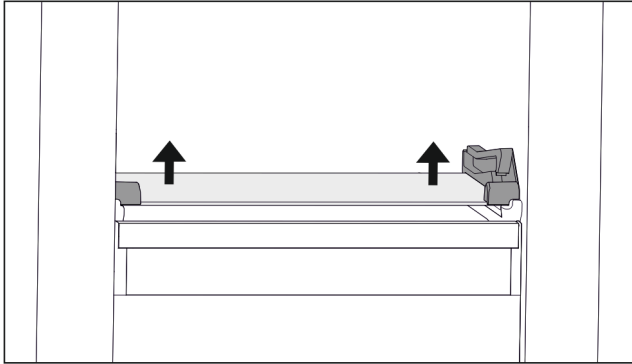

Fig. 92 Стеклянная пластина откидного выдвижного ящика
- ▶ Нажмите на стеклянную пластину снизу вверх с обеих сторон. (см. Fig. 92)